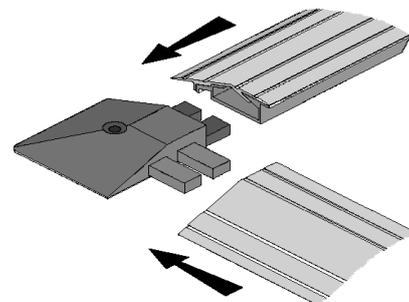

fig. 10
3) En longitudes de alfombras hasta 750 mm las guias AE-13/2 no vienen fijadas mediante algunos tornillos a tierra, ya que los  ngulos en ABS ya mantienen la alfombra en su posici3n correcta , como muestra la fig. 10. Adem s de  stas medidas se aconseja fijar las guias mediante tornillos de 6 mm cada 500 - 600 mm.